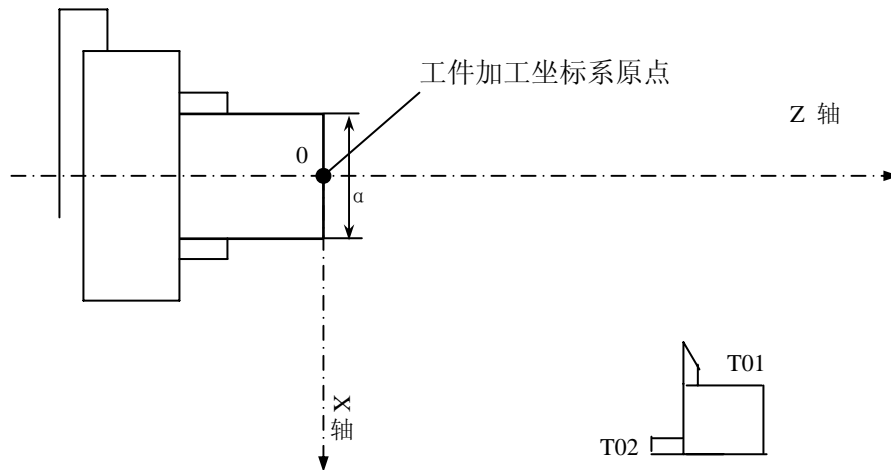

图 4-2 零件的加工
**例：**用两把刀具加工一外圆直径  $\Phi 20\text{mm}$ ，长度为 20mm 的圆柱体。毛坯直径  $\Phi 25\text{mm}$ 。T01 刀用来切外圆，并作为标准刀具，T02 是切断刀，刀宽 4mm。（如图 4-2 所示）